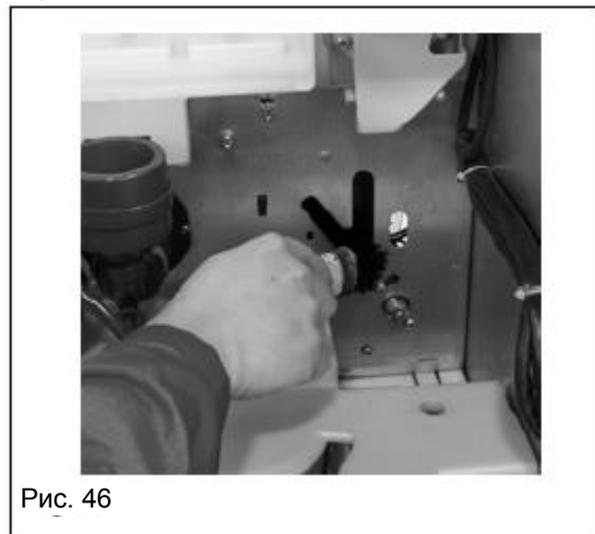

Рис. 46
- для простоты чистки снимите этот блок (рис. 46), а затем удалите кофейный осадок щеткой.